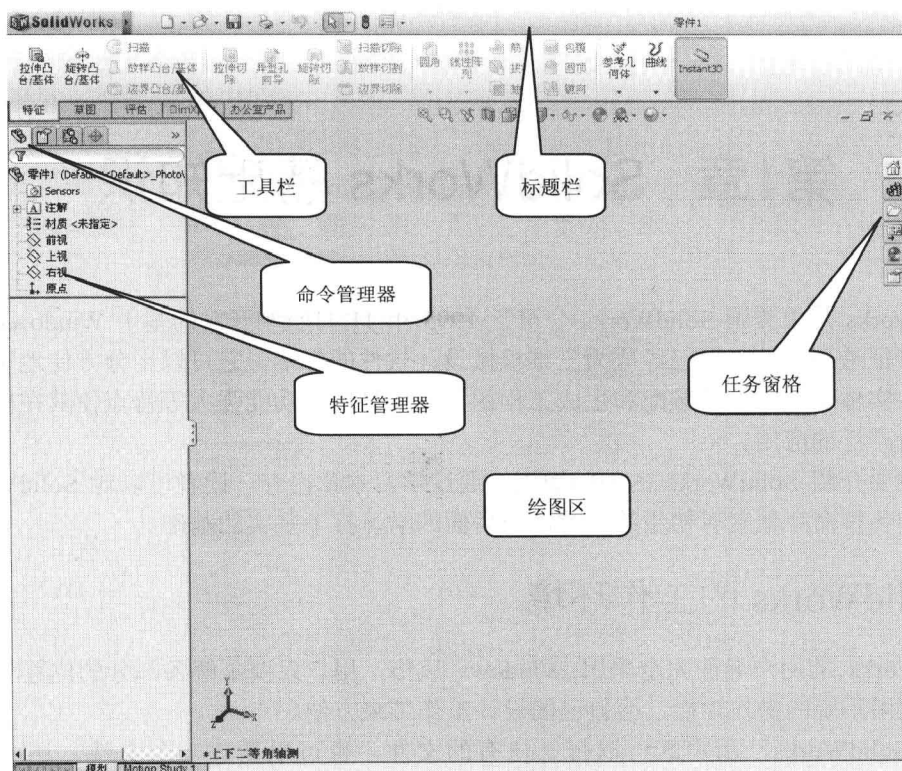

图1-2
- (2) 单击  按钮，然后单击  按钮，进入 3D 零件设计界面，其主要功能区如图 1-2 所示。